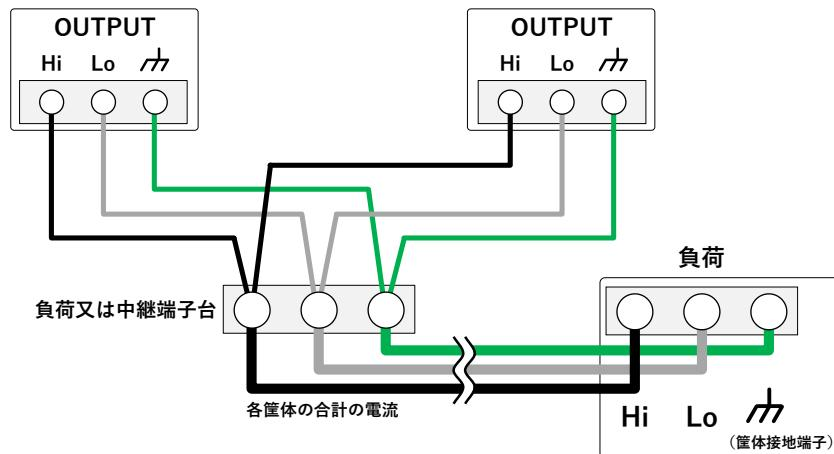
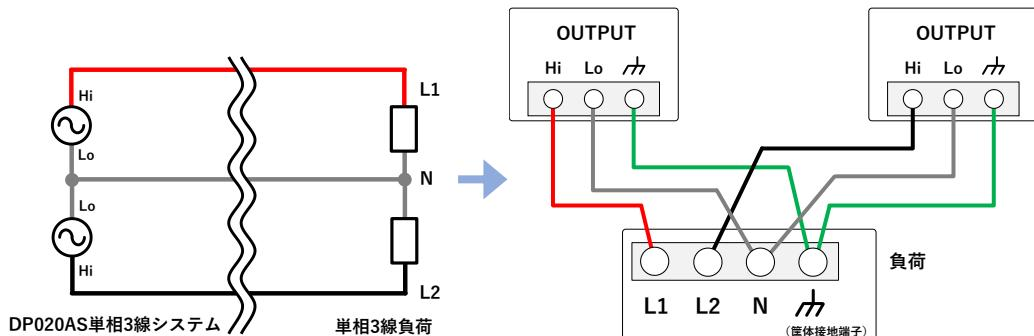
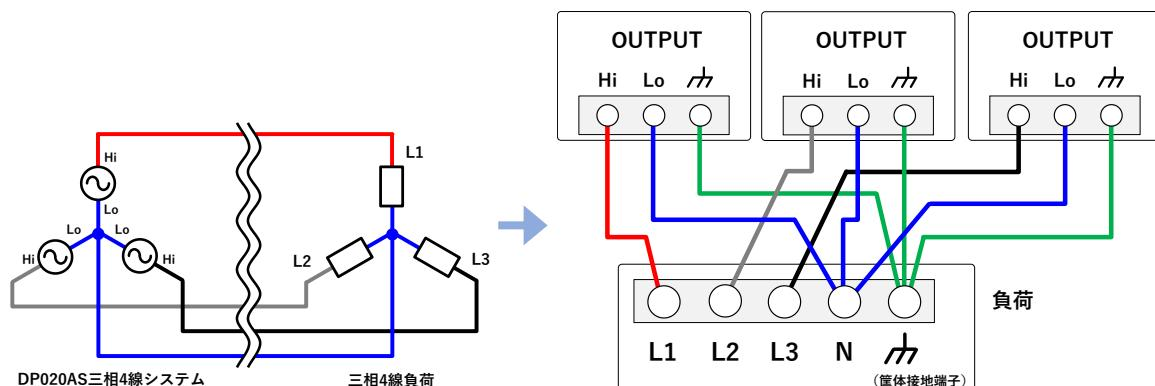

図 2-6 単相 2 線, 2 台での出力結線
図 2-7 單相 3 線システムの接続
図 2-8 三相 4 線システムの三相 4 線接続
各相をブーストアップする場合、図 2-7, 図 2-8, 図 2-9 にあるそれぞれの OUTPUT 端子がブーストアップ接続した出力端子になります。ブーストアップ接続については図 2-6 参照してください。
3. 図2-6, 図2-7, 図2-8, 図2-9を参考に、出力端子と負荷をケーブルで接続します。各筐体出力端子のHi端子に電圧線を接続します。